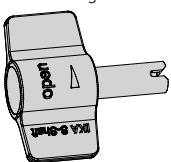

Fig. 1
- Flachschlüssel (siehe **Fig. 1**)
- Schachtschlüssel (siehe **Fig. 1**)